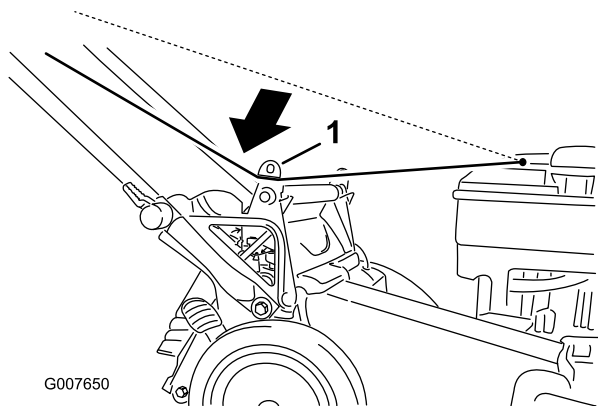

Figure 4
1. Faites passer le câble du lanceur autour du guide inférieur (Figure 4).